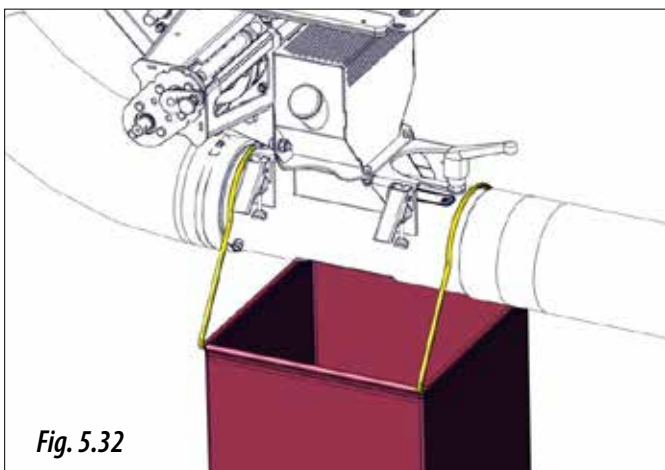

Fig. 5.32
**4.A.3-** Așezați sacul furnizat (2) sau un container sub ieșirea canalului de evacuare al injectorului venturi (Fig. 5.32).